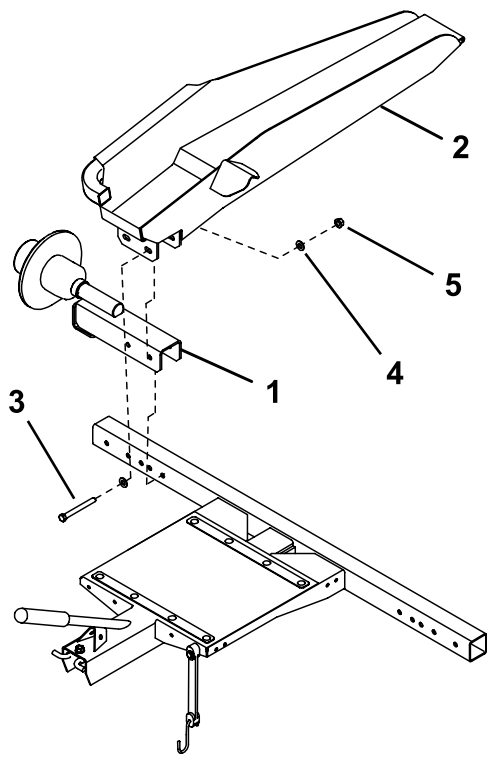

图 3
2. 使用 2 个螺栓 $\frac{3}{8}$ x 3 英寸、4 个垫圈和 2 个螺母将轮轴总成和斜面总成图 3 或轨道总成图 4 安装至机架的两端。